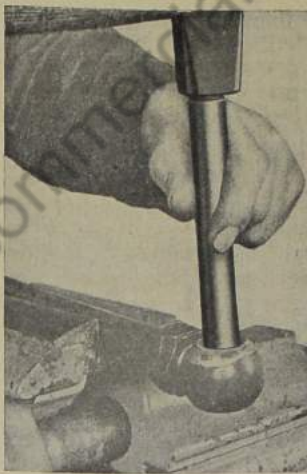

Bild 542: Untere Kugelpfanne aus dem Lenk-stangenkopf herausschlagen
4. Untere Kugelpfanne (543/6) mit gut passen-dem Dorn aus dem Lenkstangenkopf (543/7) herausschlagen (Bild 542).